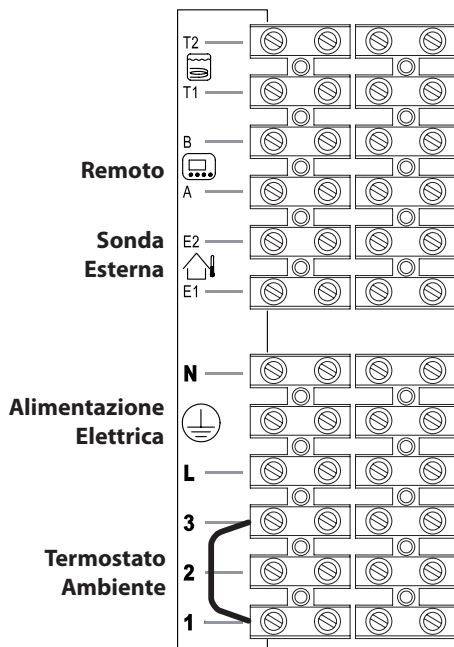
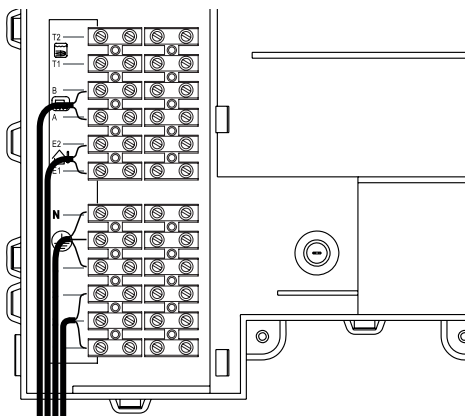

Figura 5.19
Figura 5.20
- Collegare il cavo di alimentazione elettrica proveniente dall'interruttore onnipolare alla morsetteria di alimentazione elettrica della caldaia (Figura 5.19) rispettando la corrispondenza della linea (filo marrone) e del neutro (filo azzurro).
Il percorso del cavo o dei fili di alimentazione elettrica della caldaia e del termostato ambiente devono seguire il percorso indicato in Figura 5.20.
Per il collegamento di un termostato ambiente servirsi dei morsetti indicati in Figura 5.19.
Per il collegamento di valvole di zona servirsi dei morsetti termostato ambiente indicati in Figura 5.19 e Figura 5.20. I conduttori elettrici dei contatti del micro della valvola di zona vanno inseriti nei morsetti "1 e 3" della morsettiera termostato ambiente come in Figura 5.20.
Il percorso dei fili di collegamento della sonda esterna devono seguire il percorso indicato in Figura 5.20.
Il percorso del cavo del comando remoto deve seguire il percorso indicato in Figura 5.20.